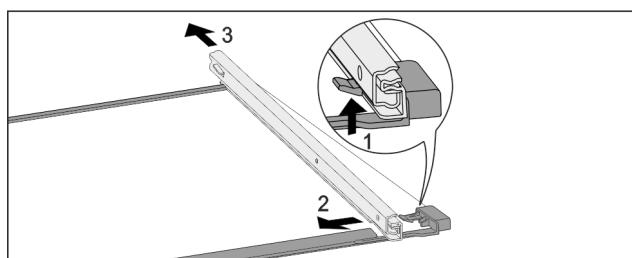

Fig. 174 Sklenená doska s kolajničkami
- ▶ Potlačte predný západkový hák nahor. Fig. 174 (1)
- ▶ Odsuňte vyťahovaciu kolajničku do strany Fig. 174 (2) a dozadu Fig. 174 (3).